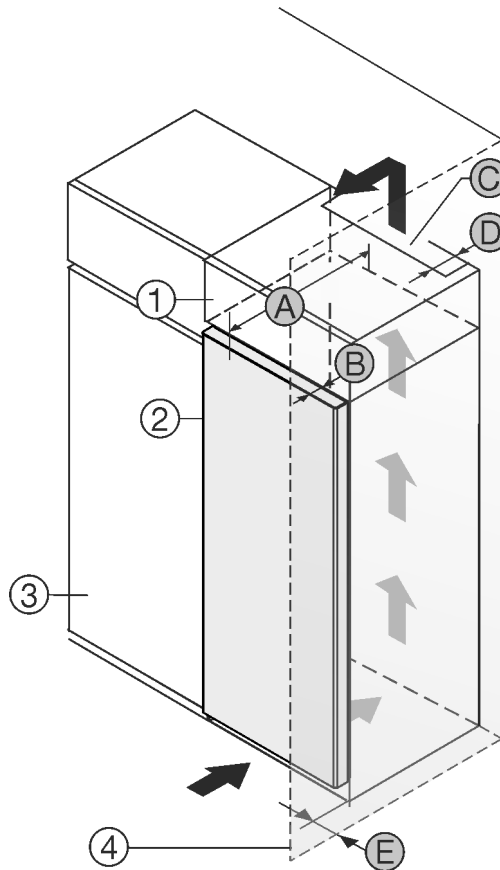

Fig. 1
- (1) Uždedama spintelė \*
- (2) Prietaisas \*
- (3) Virtuvės spinta \*
- (4) Sieną \*
- (A) Prietaiso gylis \*
- (B) Durų gylis \*
- (C) Vėdinimo angos skerspjūvis \*
- (D) Atstumas iki galinės prietaiso pusės \*
- (E) Atstumas iki prietaiso pusės \*
Prietaisą galite statyti iš karto šalia virtuvės spintelės Fig. 1 (3)\*.
Galinėje uždedamos spintelės pusėje turi likti tarpas ventiliacijai, kurio gylis Fig. 1 (D) būtų per visą uždedamos spintelės plotį.\*
Po patalpos lubomis turi būti laikomasi vėdinimo angos skerspjūvio Fig. 1 (C)\*.
Jei prietaisas su lankstais statomas greta sienos Fig. 1 (4), mažiausias atstumas tarp prietaiso ir sienos turi būti 13 mm.\*
Kad durys atsidarytų iki galo, palyginti su šaldytuvo priekiu, prietaisas turi išsikišti bent per savo durų gylį Fig. 1 (B). Priklausomai nuo virtuvės spintelių Fig. 1 (3) gylio ir atstumo iki sienos nustatančių detalių naudojimo, prietaisas gali išsikišti daugiau.\*